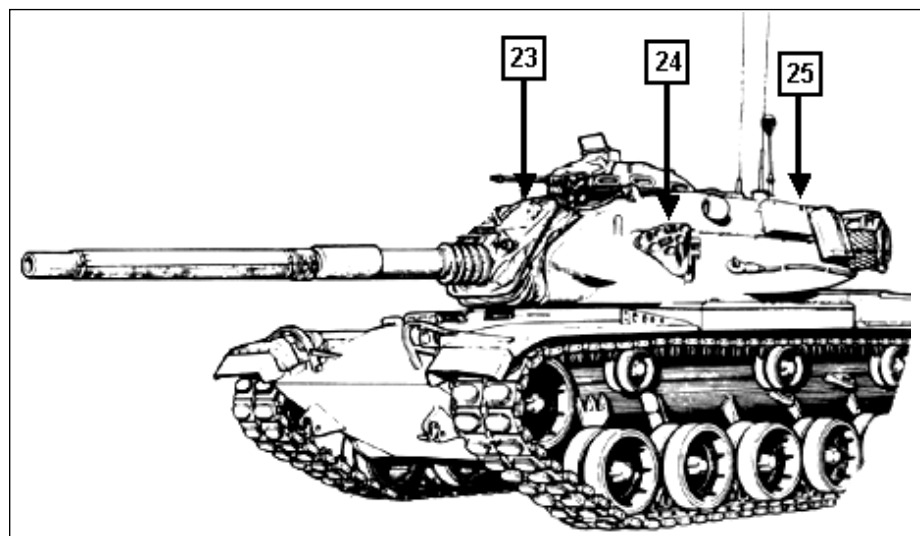

Fig 8-12. Preparação dos componentes externos da torre
(28) Inspeccionar a capa do escudo do Can(23), quanto à danos. (Fig 8-12)